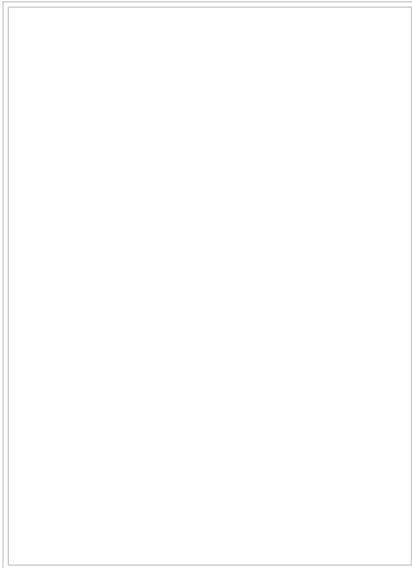

Fig. 1 Gabinete con AP y antena integrada.
- Instalación en postación de UTE de gabinete Ceibal que incluye en su interior AP y antena (Fig. 1).